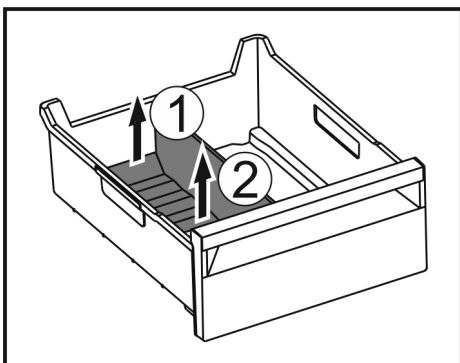

Fig. 153
- ▶ Підняти задню частину перегородки відділення для льоду. Fig. 153 (1)
- ▶ Вилучити перегородку рухом вгору. Fig. 153 (2)